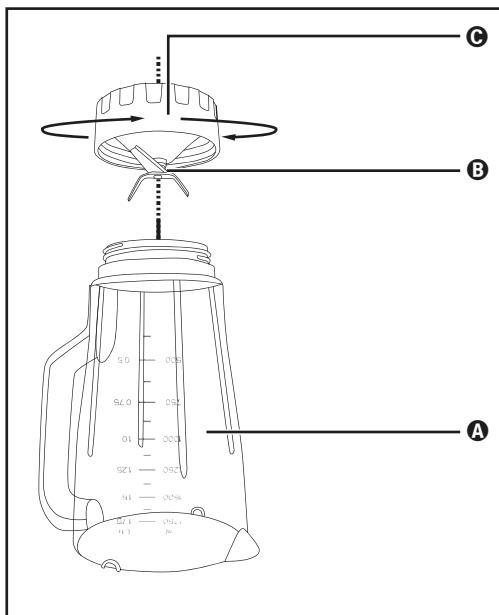

Fig. 3
- 2) Așezați aparatul cu capul în jos și roțiți componenta inferioară de plastic Ⓐ a recipientului de amestecare ③ în sens antiorar, astfel încât să se poată desprinde de piesa superioară de plastic Ⓑ a recipientului de amestecare ③ (a se vedea fig. 3).